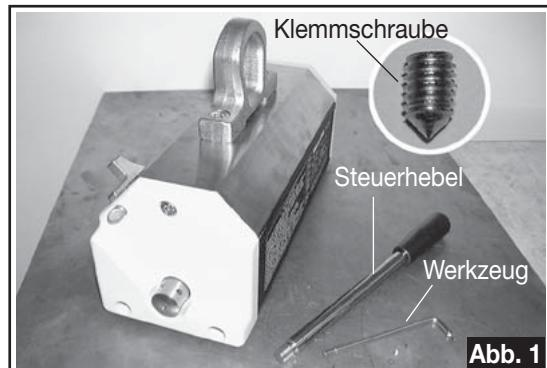

Abb. 1
- A) Lasthebemagnet aus der Verpackung herausnehmen und auf einer Eisenplatte absetzen. (Abb. 1)
- B) Bitte entnehmen Sie den Steuerhebel, die Klemmschraube und das entsprechende Werkzeug aus der Verpackung (Abb. 1).